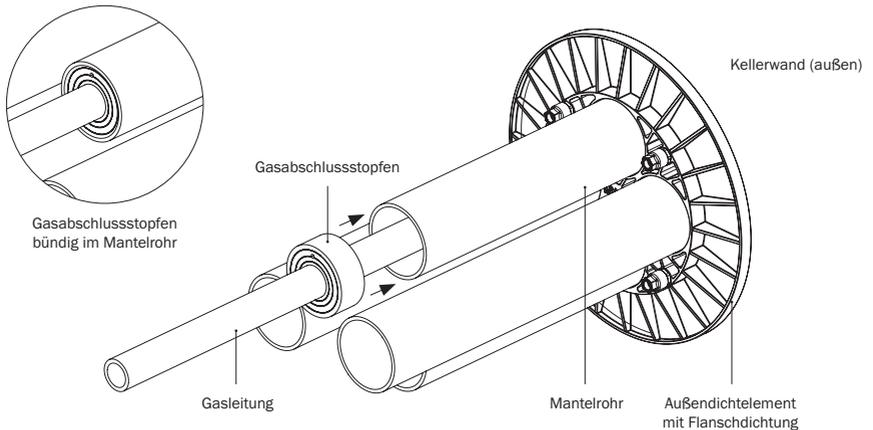

Abbildung 25.1: Einführung der Gasleitung mit Gasabschlusstopfen
- Führen Sie die Gasleitung von außen durch die Öffnung des Gasabschlusstopfens und durch das Mantelrohr bis ins Gebäudeinnere. Schieben Sie den Gasabschlusstopfen bündig bis in die Öffnung des Mantelrohrs (s. Abbildung 25.1).